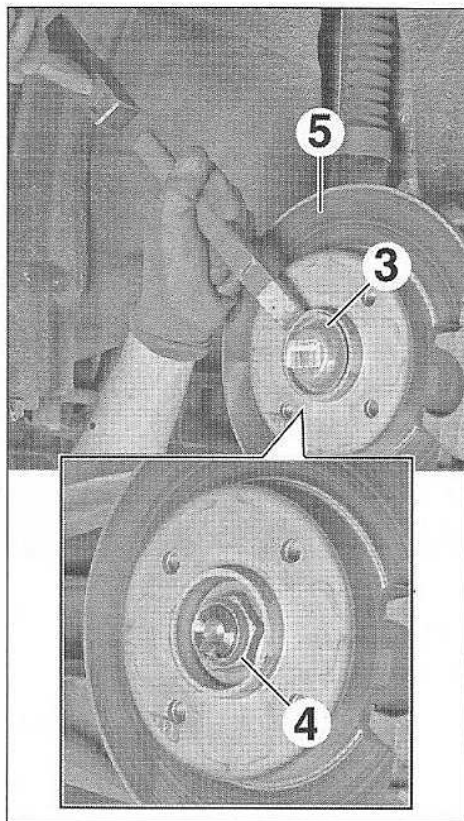

FIG.24
- Déposer le capuchon (3) (Fig.24).
- Défreiner l'écrou (4).
- l'écrou (4),
- le disque de frein (5).